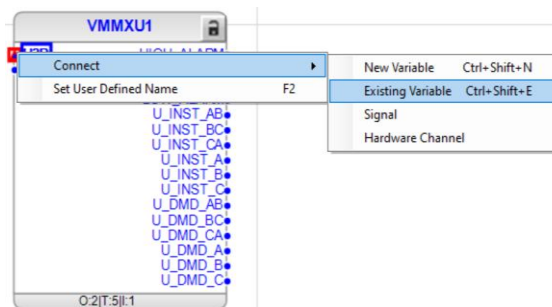

Imagen 122_Conexión de una variable a la entrada U3P del bloque VMMXU1.
2.3.9 Después vamos a conectar una variable a la entrada del bloque dando clic derecho a “U3P” posteriormente seleccionamos “Connect - Existing Variable” como se observa en la **Imagen 122**.